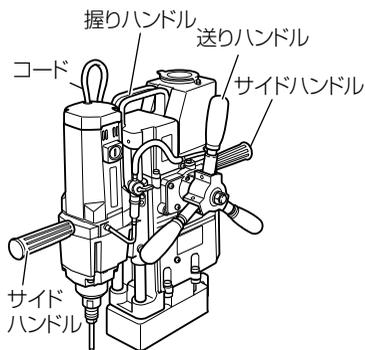

図 4
- 注** • 移動の際は、送りハンドルを自動にし（16ページ「使い方」の7項参照）、電気ドリルが動かないように固定してください。（図4）